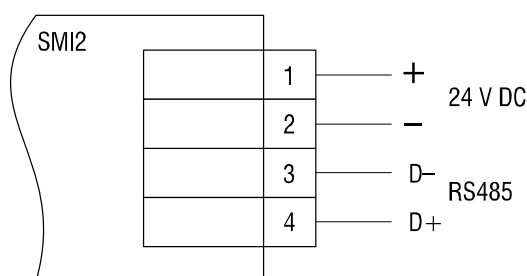

Fig. B1
- Conecte el indicador a la fuente de alimentación de 24 V DC(CC) y a los terminales RS485 del convertidor de acuerdo con la Fig. B1